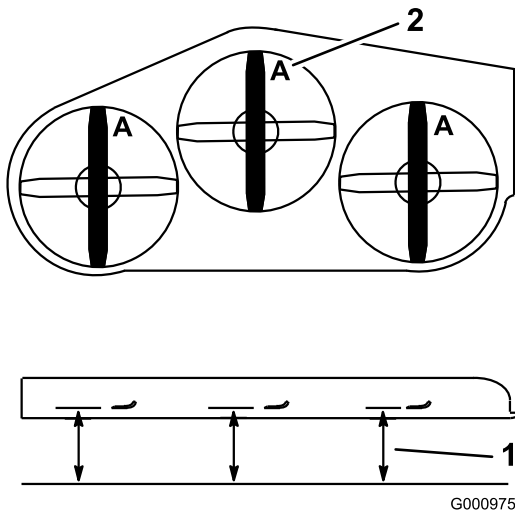
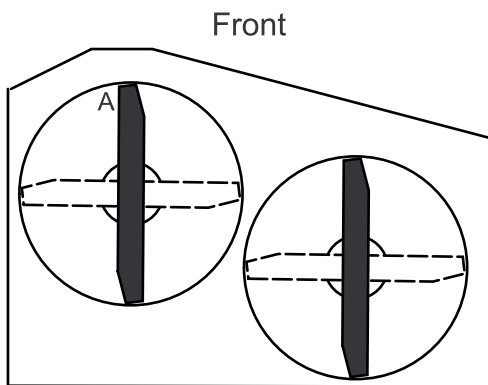

Figura 70
Figura 71
- Con la máquina ubicada en una superficie nivelada, coloque una cuchilla en posición longitudinal. Mida en la posición **A** desde una superficie nivelada hasta el filo de corte de los extremos de la cuchilla (Figura 70). Para las plataformas de cortacésped de 36 pulgadas, consulte la Figura 71.